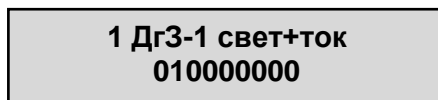

Рисунок 5.7 – Функция «ДгЗ-1 назначена на режим «свет+ток»
3) Чтобы назначить соответствующий режим для функции ДгЗ необходимо кнопками  - вверх, или  - вниз установить «1» и подтвердить нажатием кнопки . Надпись на экране дисплея (рисунок 5.7) значит, что работа функция «ДгЗ-1» назначена в режиме света с контролем тока от измерительных входов устройства